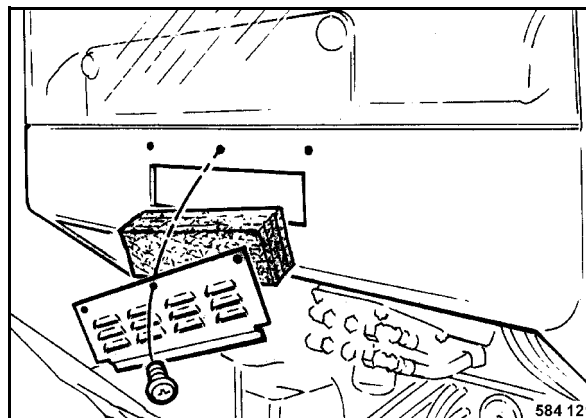

Fig. 186
- Desenroscar los tornillos de fijación de la rejilla de ventilación (Fig. 186) y retirar el filtro.